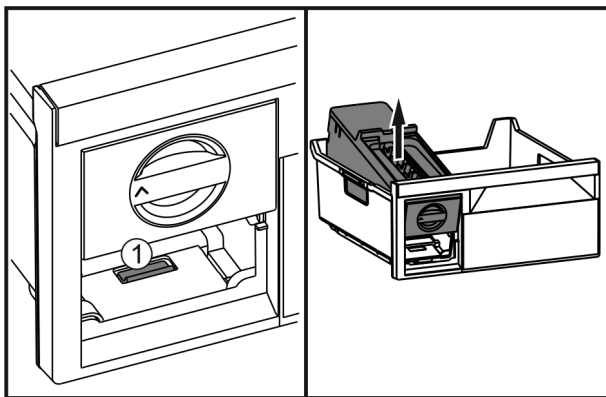

Fig. 47
- ▶ Lasche Fig. 47 (1) drücken, EasyTwist-Ice von hinten anheben und aus dem Gefrierschubfach herausnehmen.